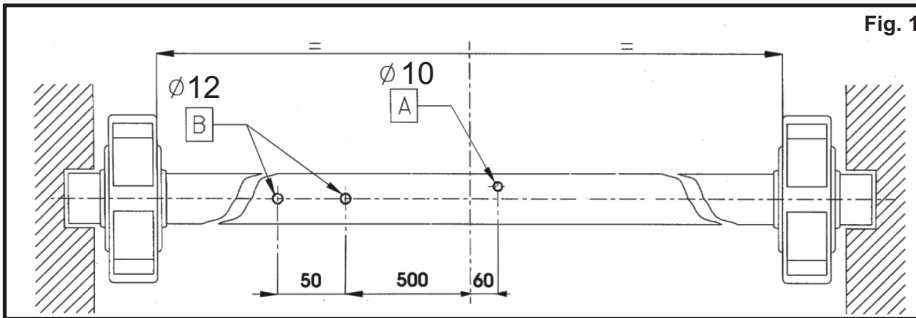
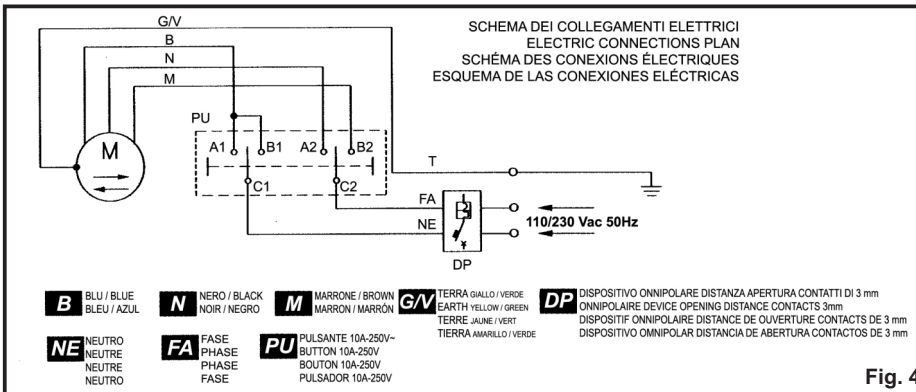

Fig. 1
Fig. 4
- B) Effettuare sull'albero della serranda le tre forature non passanti (FIG. 1). Se il motoriduttore non è dotato di elettrofreno, effettuare una sola foratura B.
- F) Se l'albero della serranda è inferiore al diametro del foro dello chassis del motoriduttore è necessario a questo punto montare i manicotti di riduzione, posizionandoli con riferimento al foro A diametro 10 mm, già effettuato (fig. 1).
- P) Introdurre il cavo 4X1 in dotazione all'interno del foro B (fig 1), evitando qualsiasi contatto con le parti in movimento; eseguire i collegamenti elettrici secondo lo schema elettrico in fig.4. In presenza di motoriduttore con elettrofreno, introdurre la guaina del freno all'interno del secondo foro B.
- B) Effect on the tube of the shutter 3 non passing perforations (figure 1); If the motor is not equipped with electrobrake, make only perforation B.
- F) In case the tube of the shutter is inferior to the diameter of the hole chassis motor, you must mount the sleeves reduction positioning them with reference to the hole A diameter 10 mms, (fig. 1).
- P) Introduce the electric cable 4X1 into the hole B (fig 1), avoiding any contact with the parts in movement. Perform the electric connections according the electric plan (fig.4). In presence of motor with electrobrake, introduce the sheat of the brake inside the second hole B.
- B) Effectuer sur l'arbre du rideau les trois crevaisons non débouchants (FIG. 1); si le moteur n'est pas doté d'électro-frein, effectuer seulement le crevaison B.
- F) Si le tube du rideau est inférieur au diamètre du trou du châssis du moteur, il sera nécessaire appliquer les réductions en plastique, avec référence au trou A de 10 mm, déjà effectué (fig. 1).
- P) Introdurre le câble 4X1, en dotation, dans l'intérieur du trou B (fig 1) en évitant le contact avec les parties en mouvement; exécuter les connexions électriques, selon le schéma indiqué dans la fig.4. En présence de moteur avec de l'électro-frein, introduire la gaine du frein à l'intérieur du second trou B.
- B) Efectuar sobre el árbol del cierre metálico los tres taladros no pasante (FIG. 1); en el caso de motor sin electrofreno, efectuar un solo taladro B. (Fig.1)
- F) Si el árbol del cierre metálico es inferior al diámetro del taladro del chasis del motor, es necesario montar las reducción de plástico, posicionándola con referencia al taladro A. diámetro 10 mm, ya efectuados. (Fig. 1).
- P) Introdur el cable eléctrico 4X1 en el taladro B (Fig 1) evitando cualquier contacto con las partes en movimiento; Ejecutar los empalmes según el esquema eléctrico en fig.4 En presencia de motor con electrofreno, introducir la funda del freno dentro del segundo taladro B (Fig. 1).